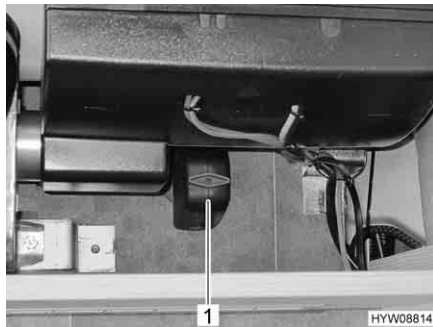

Fig. 62 Valvola di sicurezza/di scarico
- Chiudere la valvola di sicurezza/di scarico (Fig. 62,1). A tal fine ruotare la manopola verticalmente rispetto alla valvola di sicurezza/di scarico e premere verso l'interno il bottone automatico.